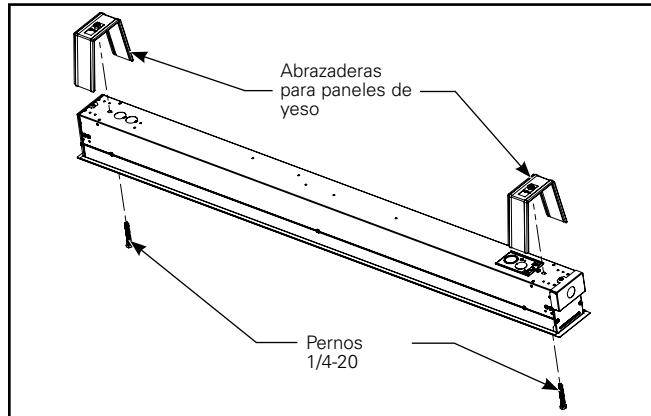

Figura 6.
- Una vez que se retira la bandeja, se pueden instalar las abrazaderas para paneles de yeso. Retire los troqueles en cada extremo de la luminaria e instale el perno 1/4-20 a través de los orificios y en las abrazaderas del kit de abrazaderas para paneles de yeso. Ver la figura 6.